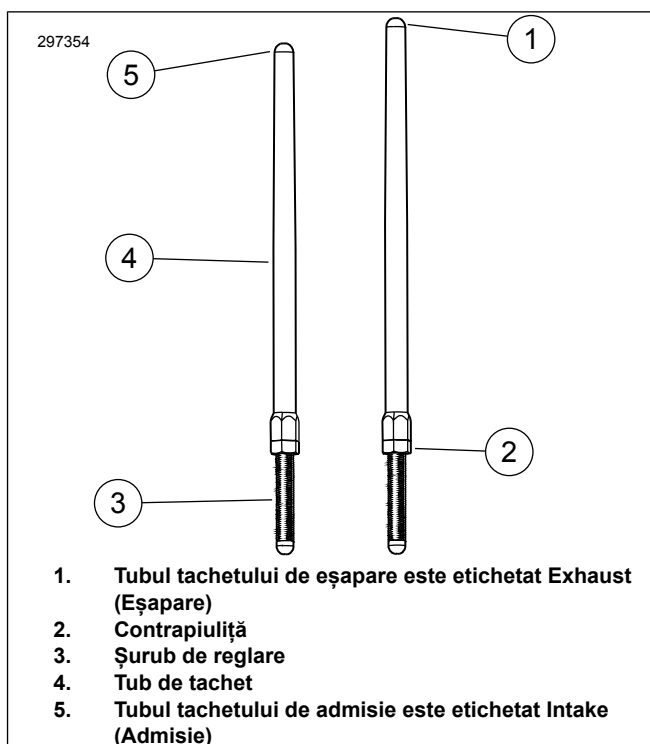

Figura 1. Tacheț reglabil
6. A se vedea figura 1. Slăbiți contrapiulițele de la toți tacheții și reglați-i la lungimea lor cea mai scurtă.